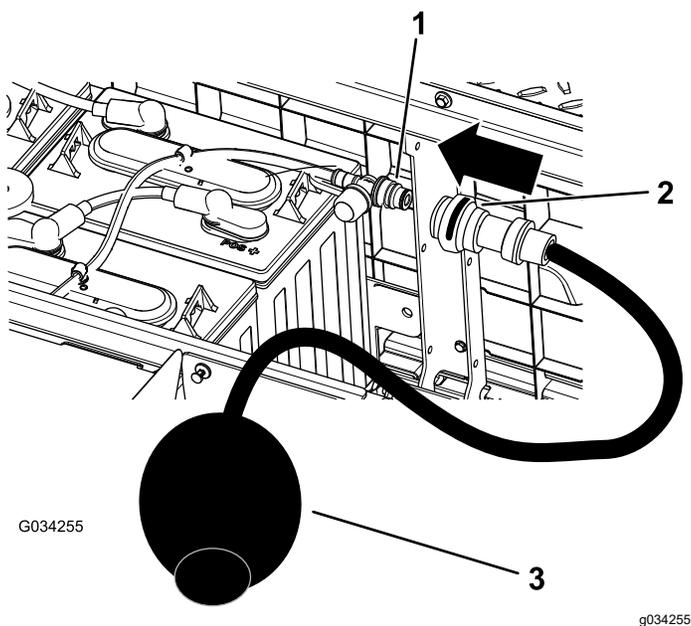

Рисунок 41
4. Подсоедините ручной водяной насос Того к отверстию для заливки воды (Рисунок 41).